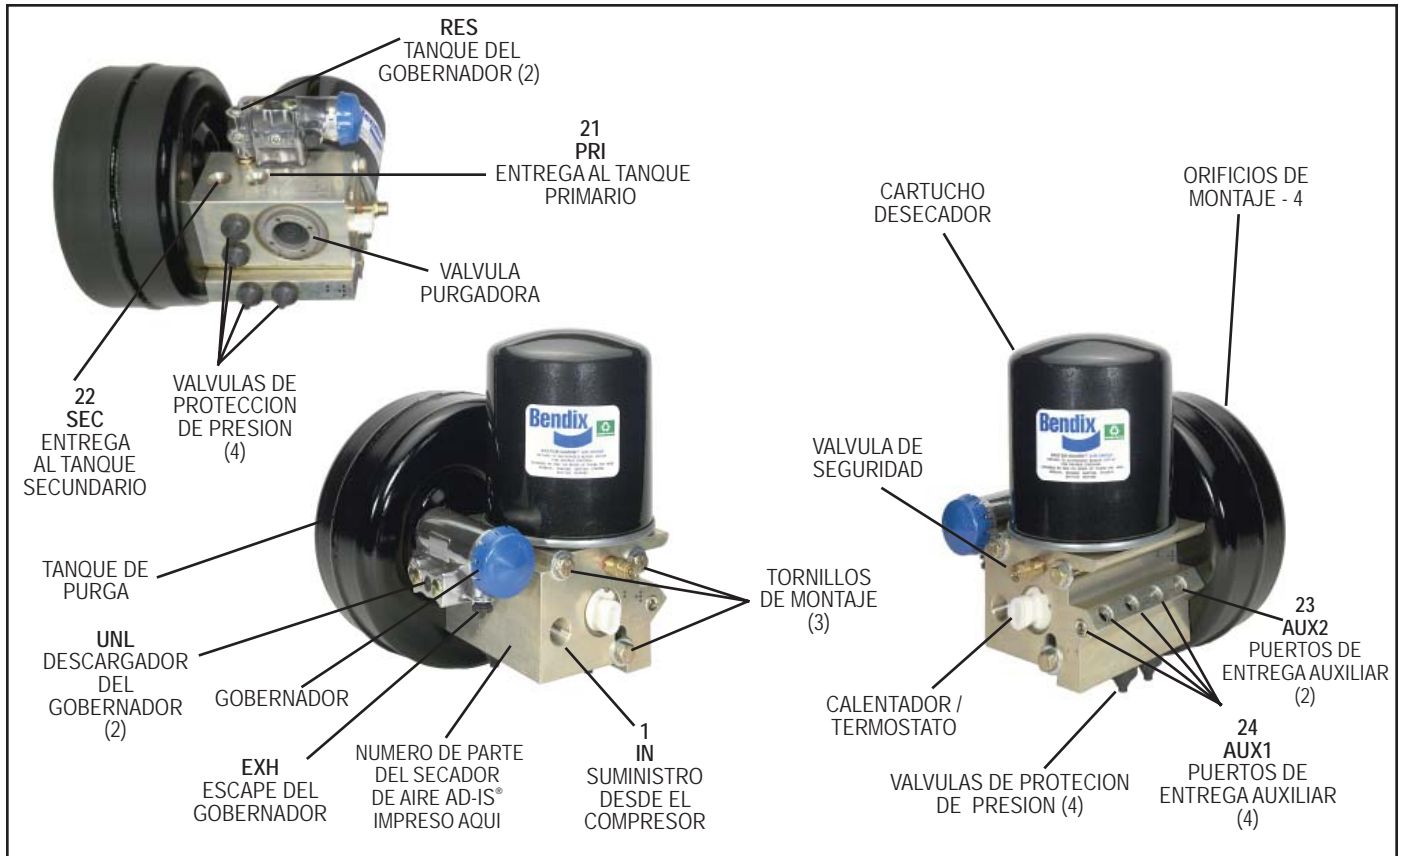

FIGURA 1 - SECADOR DE AIRE Y SISTEMA DE TANQUE AD-IS®
3. Revise si los tornillos del tanque de purga y del secador de aire AD-IS® están apretados. Vea la Figura 1. Aplique nuevamente un par de torsión a los tres tornillos del secador de aire a 360-420 pulgadas libras y a los cuatro tornillos del tanque de purga a 300-360 pulgadas libras.